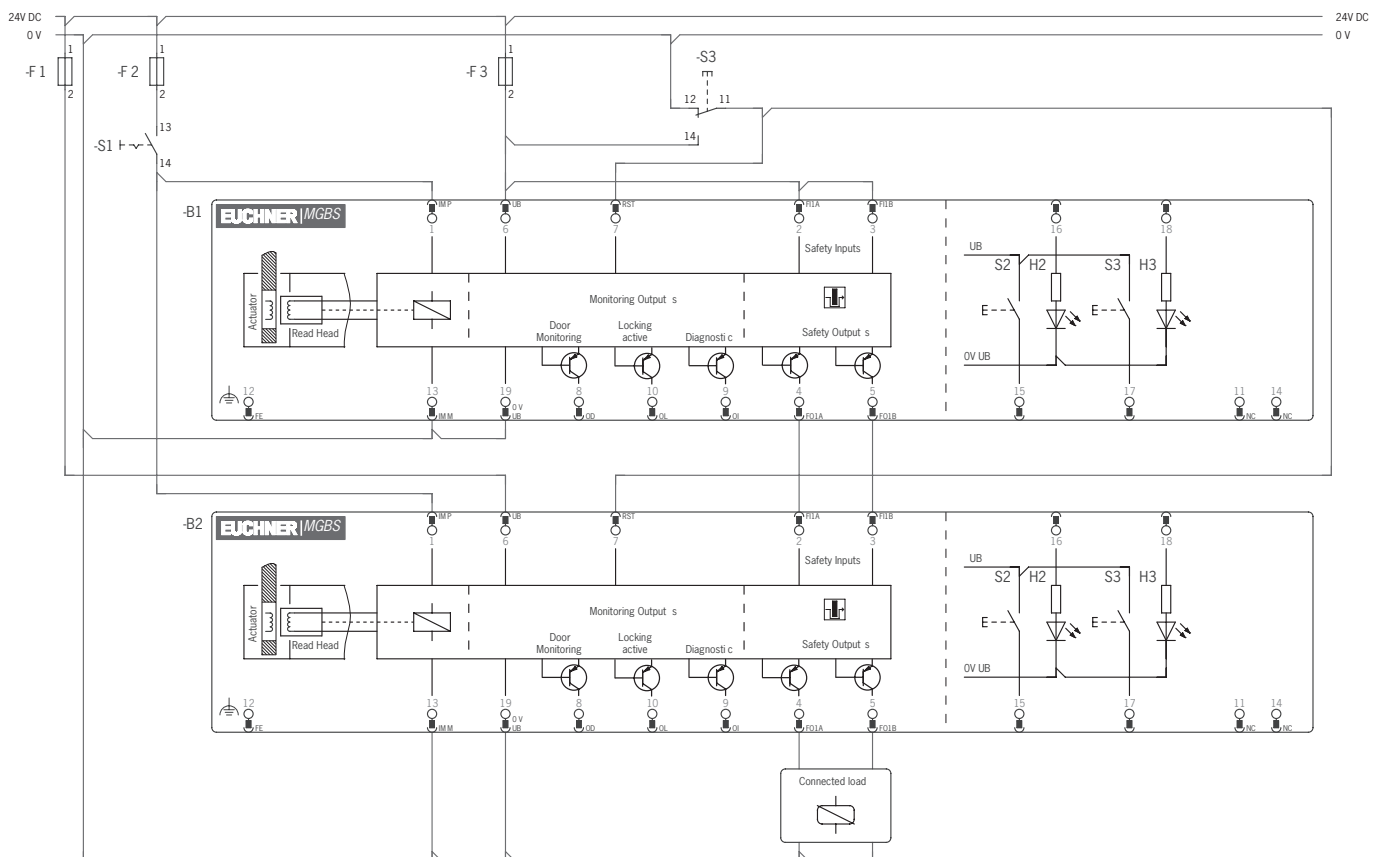

Bild 6: Anschlussbeispiel für eine Schalterkette; Ausführung mit Steckverbinder M23
- Es muss ein gemeinsames Signal für alle Zuhaltermodule in der Kette verwendet werden. Dies kann ein Wechselschalter sein, es kann aber auch der Ausgang einer Steuerung verwendet werden. Ein Taster ist nicht geeignet, da der Reset im Betrieb immer auf GND liegen muss (siehe Schalter S3 in *Bild 6 auf Seite 30*).
Damit dies möglich ist, muss der Eingang RST wie in *Bild 6 auf Seite 30* beschaltet sein.